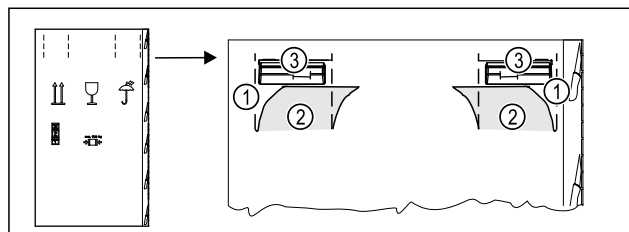

Fig. 5
- Shtypni kartonin ambalazhues lart në vrimat Fig. 5 (1).
- Nxirrni jashtë gjuhëzat e shtypura Fig. 5 (2).
- Doreza mbajtëse Fig. 5 (3) djathtas dhe majtas është e dukshme.
- Kapeni pajisjen nga dorezat mbajtëse Fig. 5 (3).